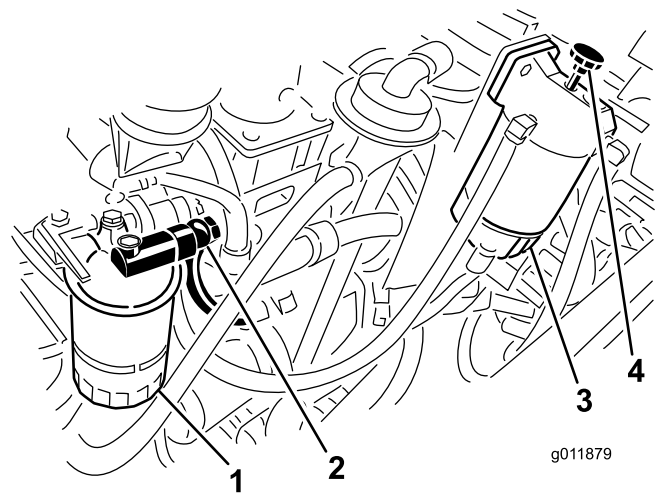

図 64
- 水セパレータのプライミングポンプを操作して、バンジョーフィッティングから空気の混じらない燃料がでてくるまで燃料をくみ上げる（図 64）。
- 燃料フィルタハウジングについているバンジョーフィッティングをゆるめる（図 64）。